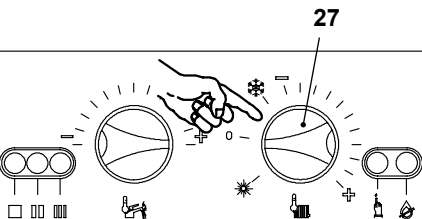

Figura 9.22
- Per uscire dalla funzione SPAZZACAMINO della caldaia posizionare il selettore **27** del pannello comandi come indicato in Figura 9.22